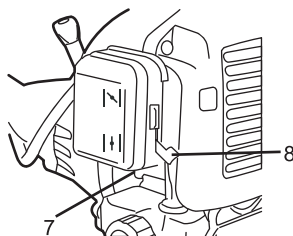

Fig. 12b
- > Actionnez l'amorce (7) jusqu'à ce que le carburant devienne visible puis mettez le starter (8) sur la position " FERMÉ" (fig. 12b).
- > N'actionnez pas l'amorce et mettez le starter (8) en position " **OUVERT**" (fig. 12b).